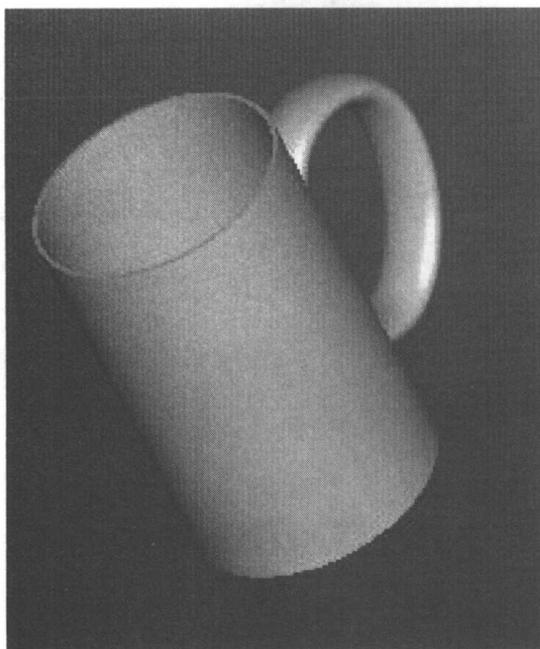

图 1-8
9. 在 PART 菜单中单击 Regenerate 选项,模型自动发生了变化,如图 1-8 所示。